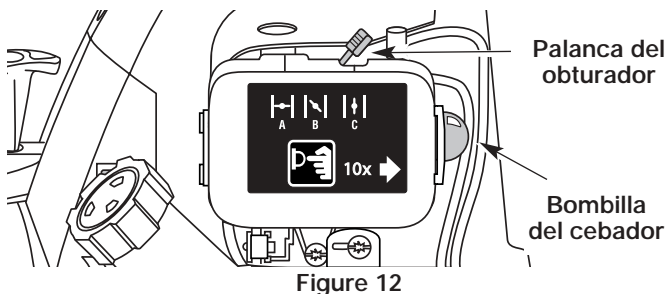

Figure 12
4. Coloque la palanca del obturador en posición de obturación **COMPLETA (FULL) (A) [I]** (Fig. 12).
NOTA: Deslice la palanca del obturador directamente sobre el símbolo adecuado en la calcomanía de la cubierta del filtro de aire (Fig. 12).
5. Oprima por completo y suelte la bombilla del cebador lentamente 10 veces. Debe poder sentir y ver la gasolina en la bombilla (Fig. 12). Si no ha entrado gasolina en la bombilla, oprima tres veces más, o hasta que lo haga.
7. Con la unidad en posición de arranque, tire de la cuerda de arranque rápidamente cinco veces en la posición de obturación **COMPLETA (FULL) (A) [I]**. Si el motor intenta arrancar antes del quinto tirón, proceda con el paso 8.
8. Mueva la palanca del obturador a la posición de obturación **PARCIAL (B) [II]** (Fig. 12).
2. Mueva la palanca del obturador a la posición de **PARCIAL (B) [II]** (Fig. 12).
3. Oprima por completo y suelte la bombilla del cebador lentamente 10 veces. Debe poder sentir y ver la gasolina en la bombilla (Fig. 12). Si no ha entrado gasolina en la bombilla, oprima tres veces más, o hasta que lo haga.